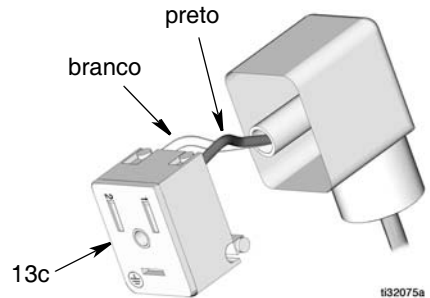

FIG. 7
9. Remova a placa retentora (13c) do conector DIN (FIG. 7).
Dentro do conector DIN, desconecte o fio preto do terminal marcado como "1" e o fio branco do terminal marcado como "2" (FIG. 7). Se o conector não estiver danificado, é possível reutilizá-lo para montagem com um cabo mais longo no Passo 12, página 8.